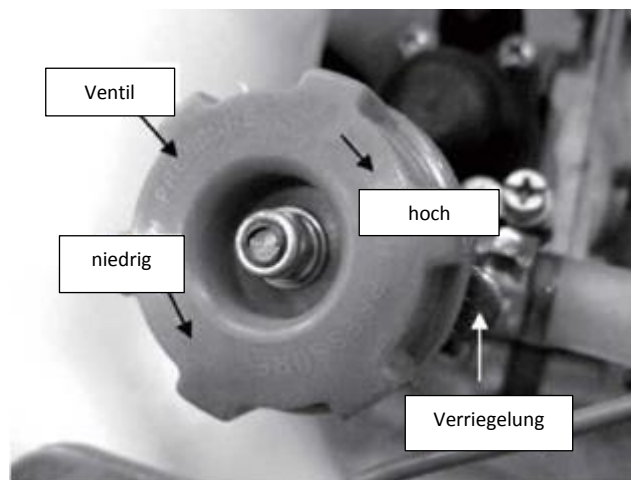

Abbildung 5
5.3.2 Druckregelung. Wenn die Motorgeschwindigkeit bei 5000-6000 o/Min ist, regeln Sie den Ausgang des Wasserdrucks aus der Förderpumpe. Falls es erforderlich ist, den Druck zu regeln, bitte befolgen Sie das Verfahren gemäß der Anweisung von der Abbildung 5.